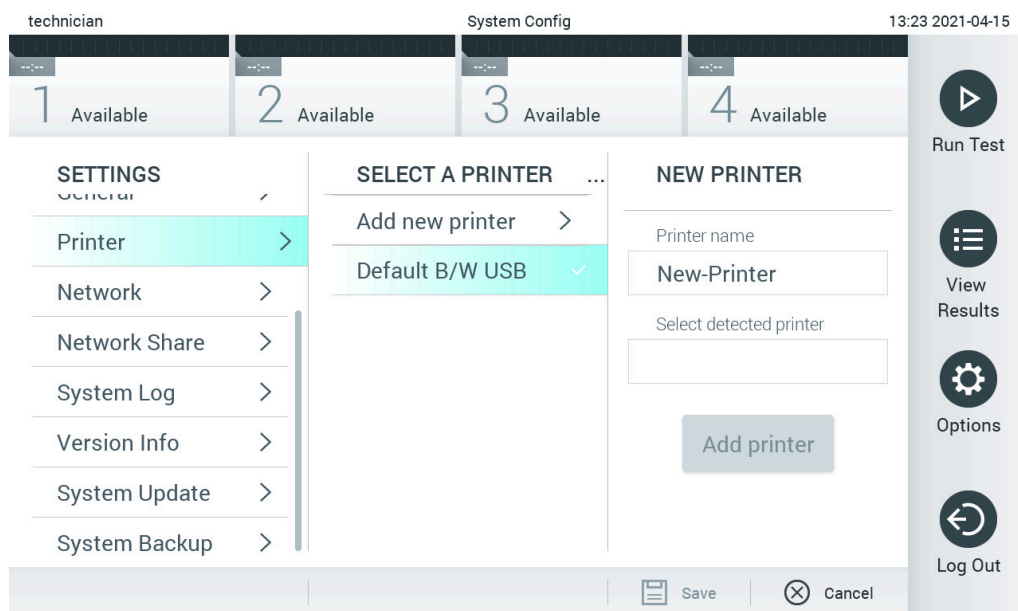

Рис. 100. Установлення принтера з установленням драйвера
5. Клацніть **Add Printer** (Додати принтер) (Рис. 100).